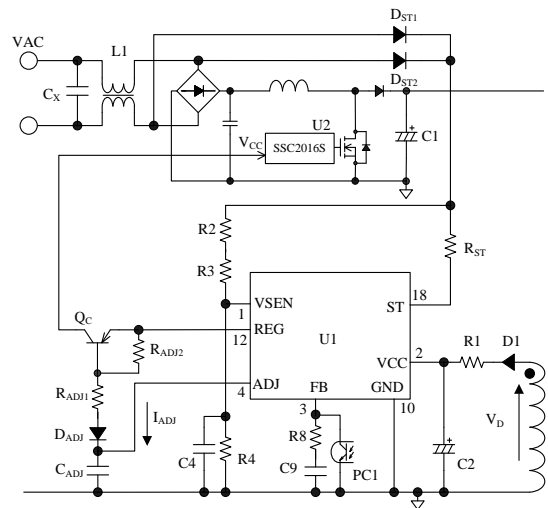
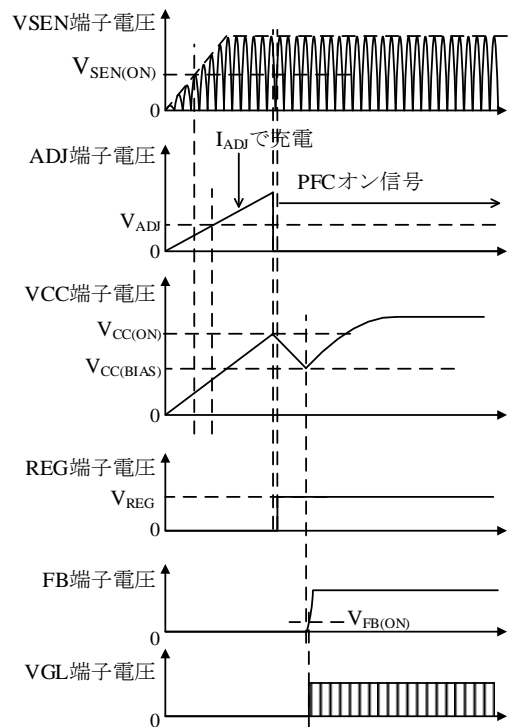

図 8-11 PFC オン/オフ信号を使用する場合の VCC 端子周辺回路
図 8-12 PFC オン/オフ信号を使用する場合の起動動作
VCC 端子周辺回路を図 8-11、起動時の動作波形を図 8-12 に示します。電源は以下のように起動します。
IC が動作すると、VCC 端子への印加電圧は、図 8-11 の補助巻線電圧 V_D を整流平滑した電圧になります。
- 図 8-11 の C2 を大きくする、または R1 を小さくする